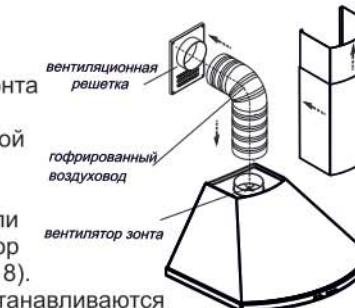

РИС. 7
6.4 Установите фальштрубы (рис.7, 8). Выдвиньте верхнюю фальштрубу, оденьте ее на кронштейн (рис. 9) и закрепите винтами самонаращающими.
6.3 В зависимости от режима эксплуатации зонта соедините вентилятор с вентиляционной решеткой полужестким гофрированным воздуховодом (рис. 7) или установите на вентилятор угольные фильтры (рис. 8).